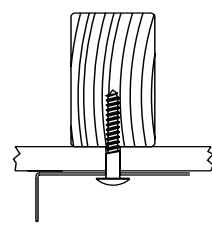

Figure 3
3. Pour installer le luminaire, tenir la plaque arrière (1) contre la surface de montage à l'emplacement désiré et marquer dans la section étroite des trous piriformes des fentes de montages. Percer un orifice pilote de 1/8 po de Ø à chaque emplacement.
4. Si la perceuse atteint un clou ou une solive de plafond, utiliser des vis à bois (non incluses) pour sécuriser la plaque arrière (1) avant de faire les raccordements centraux. (Vis no 10 longues de 1 po minimum recommandées) Voir Fig. 3.
3. To mount fixture, hold the Backplate (1) against the mounting surface in the desired location and mark the narrow section of the keyhole mounting slots. Drill 1/8" Ø pilot hole at each location.
4. If drill encounters a stud or joist, use wood screw(s) (not supplied) to secure the Backplate (1) before making wire connections. (Minimum 1 inch long #10 screws recommended) See Fig. 3.
3. Para instalar el montaje, sostenga la placa posterior (1) contra la superficie de montaje en el lugar deseado y marque la sección estrecha de las ranuras de montaje de la bocallave. Perfore un orificio guía de 1/8" de diámetro en cada lugar.
4. Si la broca encuentra un corchete o una viga, use tornillos de madera (no incluidos) para fijar la placa posterior (1) antes de completar las conexiones de cable. (Se recomiendan tornillos #10 de 1 pulgada de largo como mínimo) Ver Fig. 3.